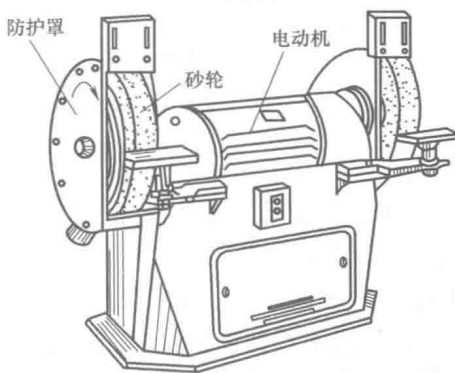

图 0-7 砂轮机
(4) 砂轮机 砂轮机是用来进行磨削加工的设备,可以磨削各种刀具,如铰子、钻头、丝锥、车刀、铣刀等;也可以磨削各种工具,如划针和样冲等;还可以磨削工件或材料上的毛刺、锐边及余量等。砂轮机主要由电动机、砂轮和防护罩等组成,如图 0-7 所示。